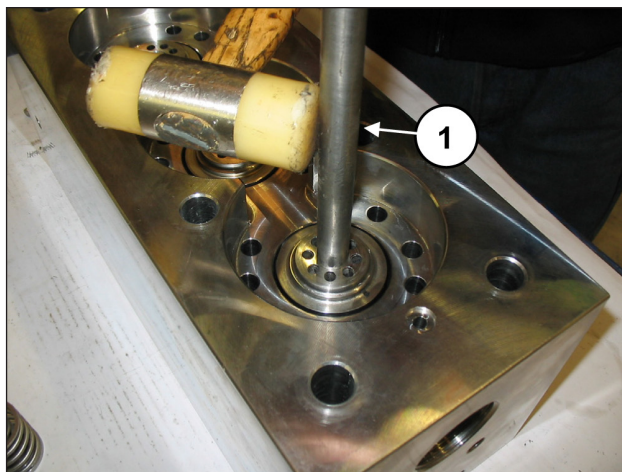

Abb. 115
Lösen Sie die ggf. durch Kalk oder Oxid am Kopf verklemmten Ventilsitze, indem Sie das entsprechende Werkzeug (Art. 034300020 für SKH20-22-24 oder Art. 034300010 für SKH26-28-30) in die Druckbohrung einsetzen (Pos. ①, Abb. 115).